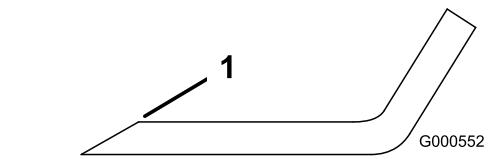

Figura 57
2. Verifique el equilibrio de la cuchilla colocándola sobre un equilibrador de cuchillas (Figura 58). Si la cuchilla se mantiene horizontal, está equilibrada y puede utilizarse. Si la cuchilla no está equilibrada, rebaje algo el metal en la parte de la vela solamente (Figura 57). Repita este procedimiento hasta que la cuchilla esté equilibrada.